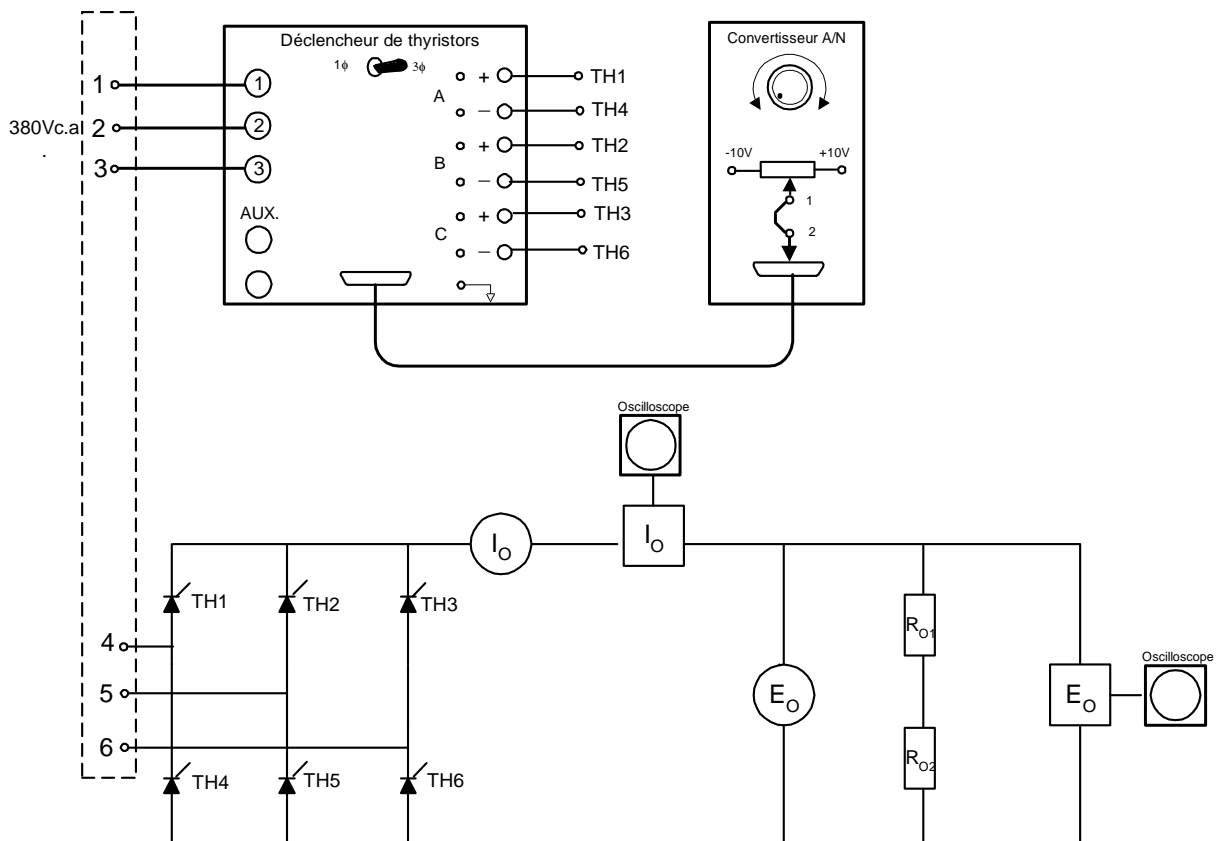

FIGURE 2-7
1. Montez le circuit de la Figure 2-7 en raccordant une charge de 550 ohms.